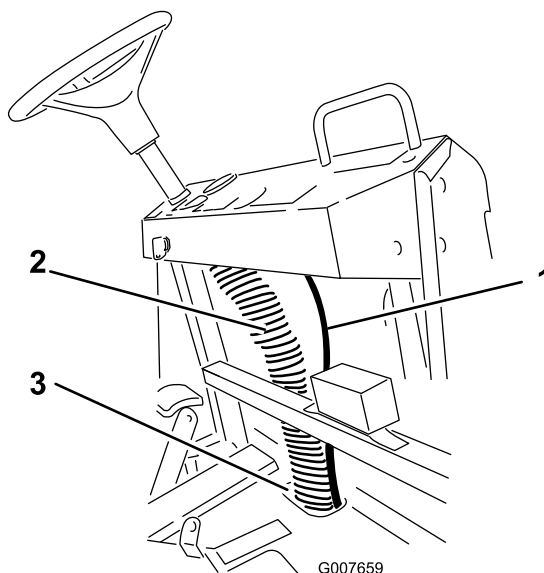

Figure 11
4. Acheminez le flexible vers le haut jusqu'à l'arrière du côté droit du tableau de bord (Figure 11).
5. Fixez le flexible à la colonne de câblage existant (Figure 11).